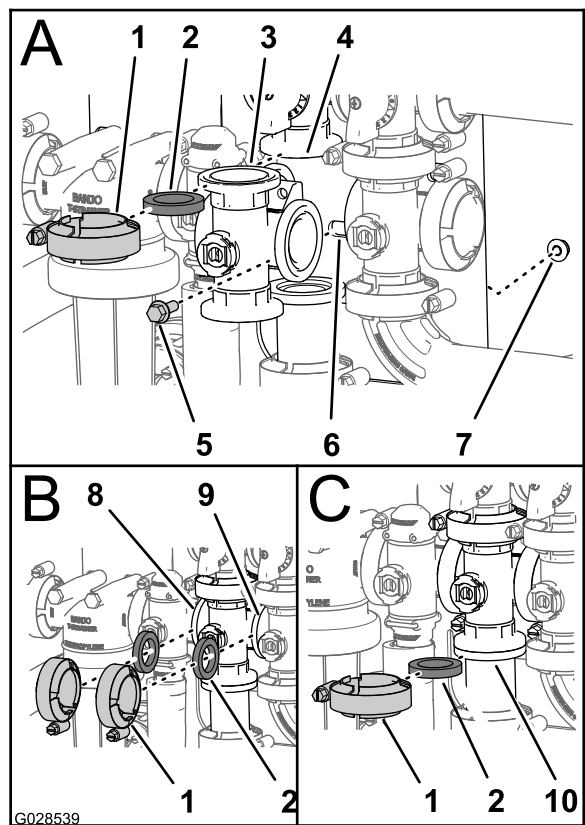

Figure 102
1. Alignez la bride du collecteur de la vanne d'agitation, un joint et la bride de la vanne de dérivation d'agitation (A de Figure 102).
2. Montez la vanne de dérivation d'agitation, le joint et le collecteur de vanne d'agitation avec un collier serré à la main (A de Figure 102).
3. Placez un joint entre les brides du régulateur de débit et du collecteur de la vanne d'agitation (B de Figure 102).
4. Montez le régulateur de débit, le joint et le collecteur de la vanne d'agitation avec un collier serré à la main (B de Figure 102).
5. Placez un joint entre les brides du collecteur de la vanne d'agitation et de la vanne maîtresse des rampes (B de Figure 102).
6. Montez le collecteur de la vanne d'agitation, le joint et la vanne maîtresse avec un collier serré à la main (B de Figure 102).
7. Placez un joint entre les brides du collecteur de vanne d'agitation et le raccord adaptateur du régulateur de pression d'agitation (C de Figure 102).
8. Montez le collecteur de vanne d'agitation, le joint et le raccord adaptateur avec un collier serré à la main (C de Figure 102).